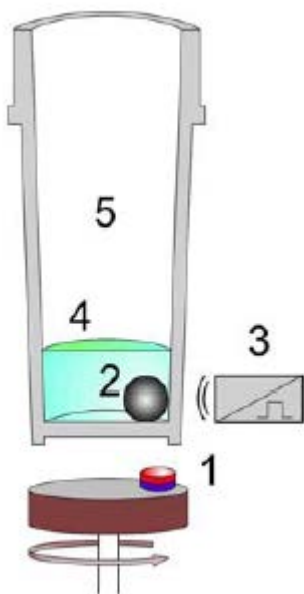

Рис.1
Мотор, управляемый магнитом (1) под кюветой (5) вращает стальной шар (2) по кругу вдоль края основания кюветы (рис.1). Сенсор (3) контролирует вращение стального шара. Движение шара